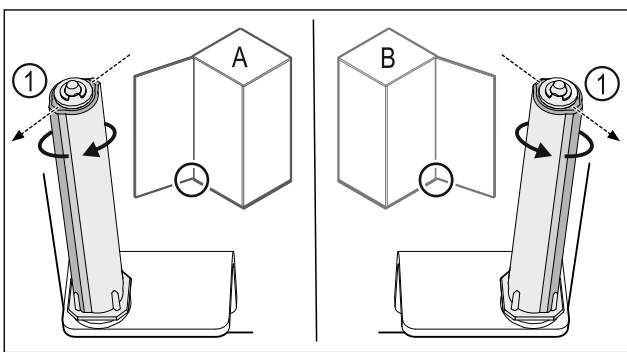

Fig. 33 Ovi avautuu vasemmalle (A) / ovi avautuu oikealle (B)
- Kierrä sulkuyksikköä vastusta vasten niin pitkälle, että sulkujärjestelmän porras Fig. 33 (1) osoittaa ulospäin.